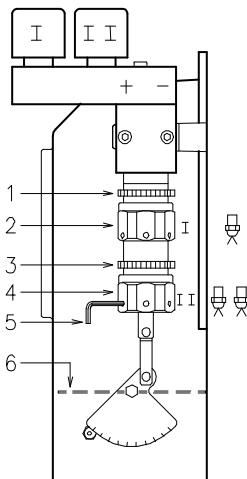

图 21
- 启动时，松开油泵上的螺栓 3(图 21)，排出进油管路中的空气。